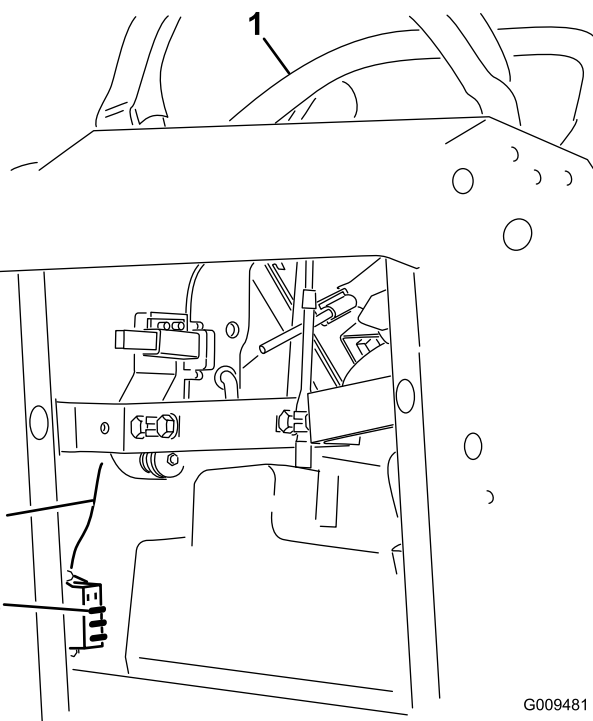

Figura 55
2. Tire hacia fuera del fusible para retirarlo o cambiarlo (Figura 55).
Nota: Asegúrese de instalar un fusible del tamaño correcto con el cable del color correcto, según se muestra en Figura 55.